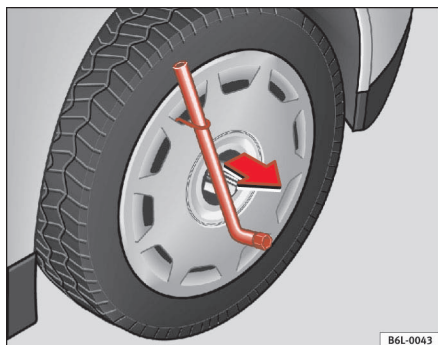

Fig. 134 Retirer l'enjoliveur de roue plein
- Retirez l'enjoliveur plein de la roue à l'aide de l'étrier métallique. ⇒ fig. 134.